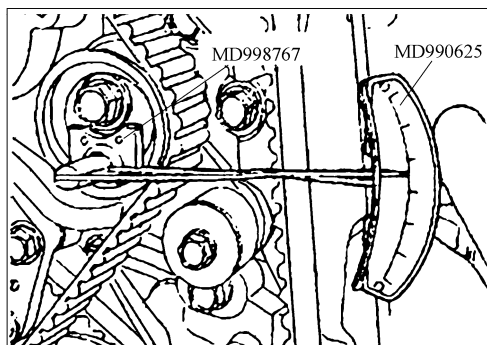

图 2-44 拧松张紧器带轮中心螺栓
⑧ 检查所有正时标记都成一直线。
⑨ 拆下步骤(5)时插入的螺钉旋具，装上塞子。
⑩ 将曲轴逆时针旋转 1/4 圈。然后顺时针旋转，直到所有正时记号再度排齐为止。
⑪ 将专用工具的套筒扳手和扭矩扳手装配在张紧器带轮，如图 2-44 所示，然后拧松张紧器带轮中心螺栓。